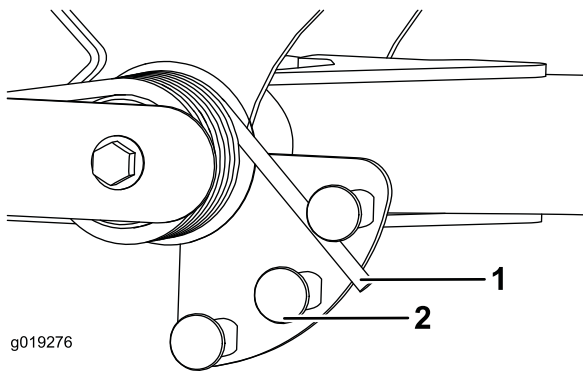

Figura 33
2. Insira um tubo ou objecto semelhante na extremidade da mola comprida e incline-a em redor do actuador da mola para a posição desejada (Figura 33).